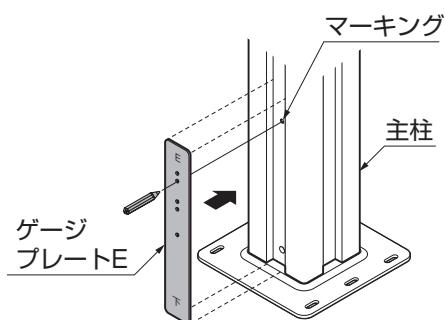

図4-2
- ①主柱はパネルを入れる面の柱底面に、ゲージプレートE下面を合わせ、印をつけてください。(図4-2参照)